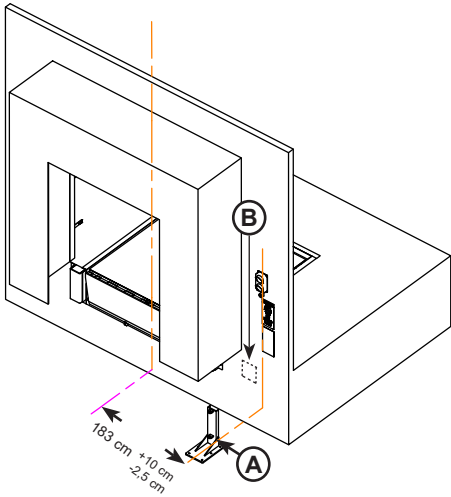

Figure 19
- Placer le centre du poteau de montage (A) à la distance indiquée sur le plan, mesurée à partir du centre du niveleur de quai ainsi que de la façade du bâtiment. Voir **figure 19**. Cette dimension est généralement de 183 cm (72 po). Vérifier les détails sur le plan ou adresser toute question au service technique. Cet espacement peut s'écarter de +10 cm (4 po) à -2,5 cm (1 po).
- Marquer l'emplacement de la boîte de jonction (B) à la distance indiquée sur le plan d'installation particulier.